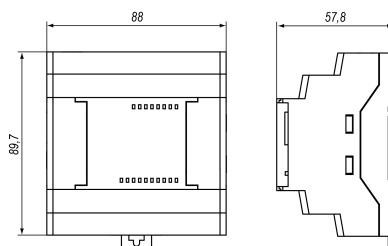

Рисунок 4.2 – Габаритні розміри
1. Підготувати на DIN-рейці місце для встановлення пристрою з урахуванням розмірів корпусу (див. рисунок 4.2).